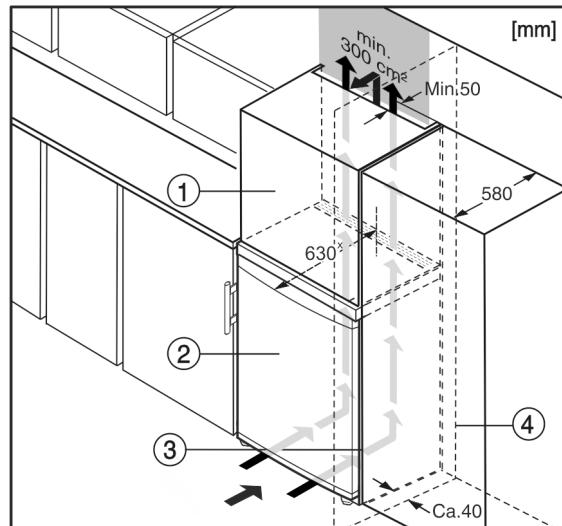

Fig. 6
(1) Nadstavná skrinka*
(2) Zariadenie*
(3) Kuchynská skriňa*
(4) Stena*
Zariadenie môže byť zabudované medzi kuchynskými skriňami. Aby sa zariadenie Fig. 6 (2) prispôsobilo výške kuchynskej linky, môže sa nad zariadením umiestniť nadstavná skrinka Fig. 6 (1).
Pri vstavaní s kuchynskými skriňami (hĺbka max. 580 mm) je možné zariadenie inštalovať priamo vedľa kuchynskej skrine Fig. 6 (3). Zariadenie vyčnieva nabok 34 mm × a v strede zariadenia 50 mm × oproti prednej časti kuchynskej skrine.
Ak je zariadenie umiestnené so zavesením vedľa steny Fig. 6 (4), vzdialenosť medzi zariadením a stenou musí byť minimálne 40 mm. To zodpovedá presahu držadla pri otvorených dverach.*